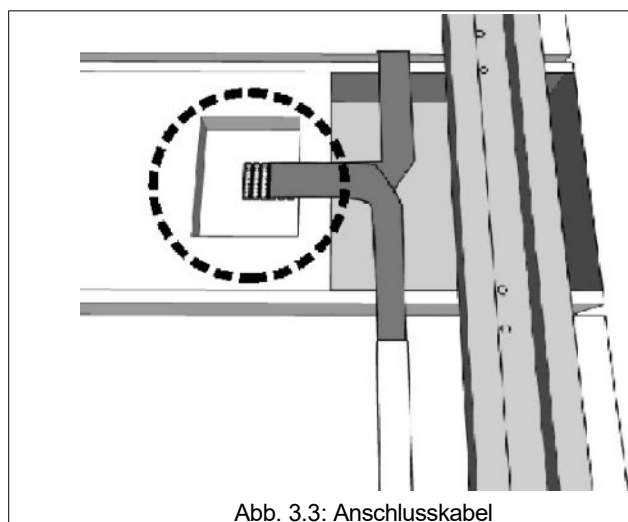

Abb. 3.3: Anschlusskabel
2. Die Flachkabel der verschiedenen Module an den Steckanschlüssen (Abb.3.3) der im Anschlussfach untergebrachten elektronischen Platine anschließen.